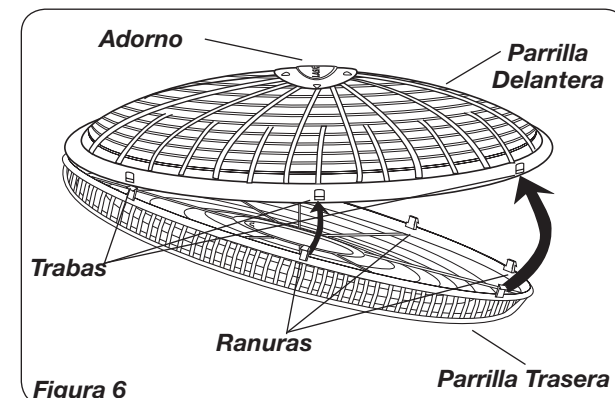

Figura 6
7. Con el cabezal del ventilador en posición vertical, alinee el **Adorno** de la **Parrilla Delantera** de modo que quede horizontal y con el lado debido hacia arriba. Empiece en la parte superior de la parrilla y siga hacia abajo, insertando las **Trabas** de la **Parrilla Trasera** en las **Ranuras** de la **Parrilla Delantera**. (Figura 6)